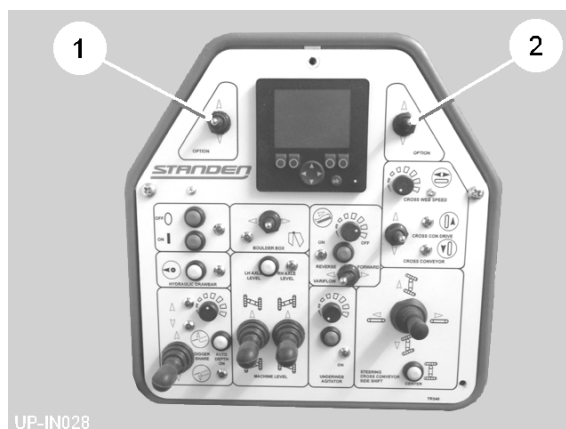

Fig 17a
Afbryderen (item 1, fig 17a) bruges til at vælge enten elevatorfoldning / udfoldningsfunktion (NED-position) eller svanehals hæve / sænke funktion (OP-position). Afbryderen (item 2, fig 17a) betjener derefter denne funktion.